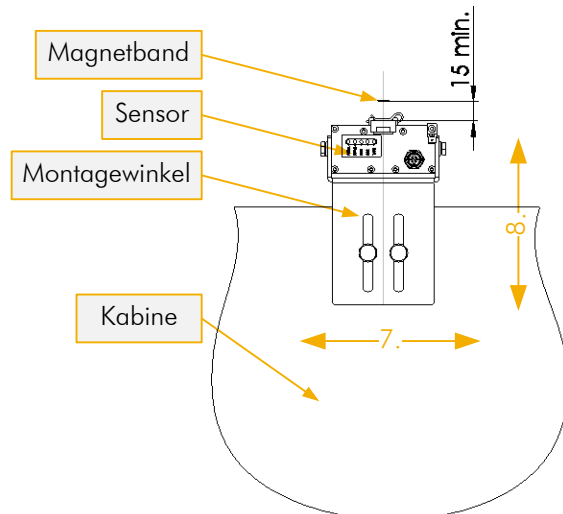

Abbildung 9: Abstand und Ausrichtung des Magnetbandes mit Bezug zum Sensor
7. Richten Sie den Sensor aus. Nutzen Sie dabei das Band als Referenz. Als erstes richten Sie den Sensor mittig zum Band aus (Schritt 7. in Abbildung 9).